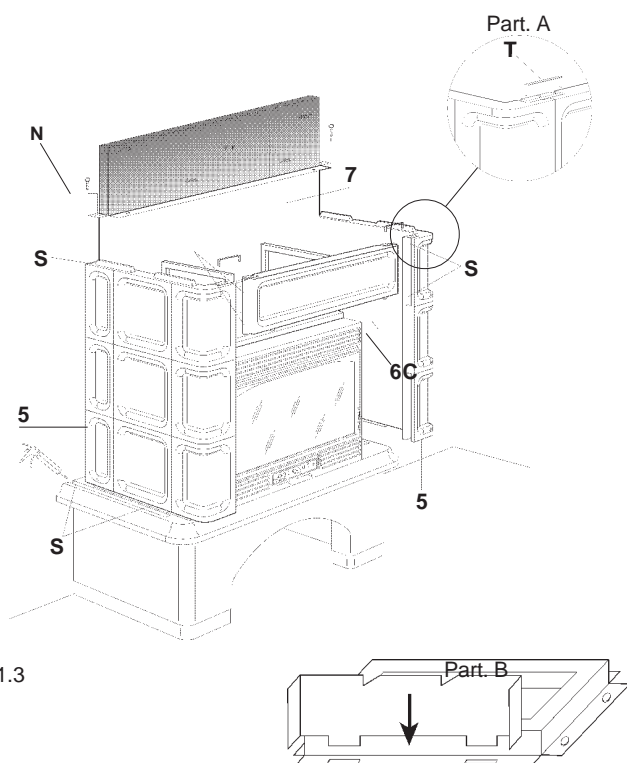

Fig. 6.1.3
Positionner à blanc les côtés (5) et le linteau (6C) (voir Fig. 6.1.3), régler les deux cornières (3B) pour la pose du couvercle (8 Fig. 6.1.5.1) et bloquer à fond les vis.
#### 6.1.3 Montage de l'habillage (Fig. 6.1.3)
Colocar en seco los costados (5) y el arquitrabe (6C) (ver Fig. 6.1.3), ajustar los dos angulares (3B) para el apoyo de la tapadera (8 Fig. 6.1.5.1) y, a continuación, fijar con fuerza los tornillos.
## 6.1.3 Montaje del revestimiento (Fig. 6.1.3)